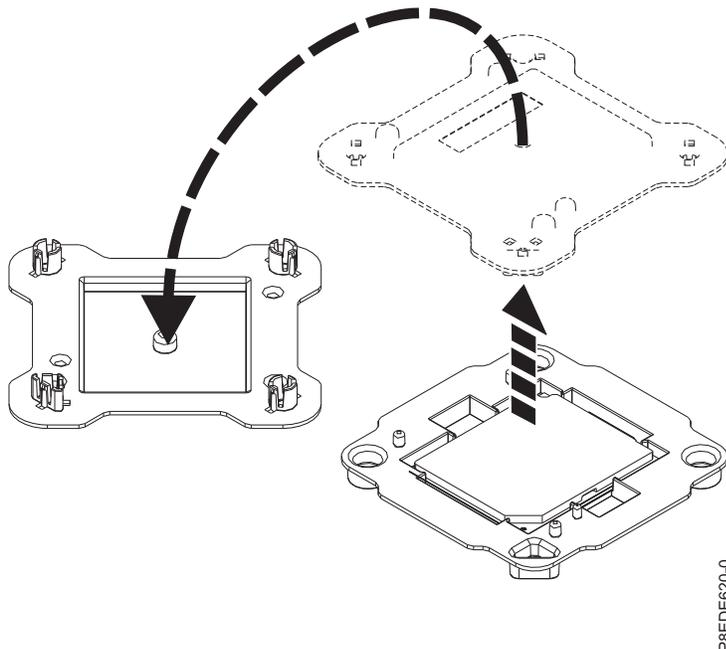

Abbildung 62. Verpackung des Systemprozessormoduls öffnen
2. Öffnen Sie die Verpackung des neuen Systemprozessormoduls und legen Sie die Abdeckung um 180 Grad gedreht neben den Träger (siehe Abb. 62). Die Abdeckung wird für das Systemprozessormodul verwendet, das Sie austauschen wollen.